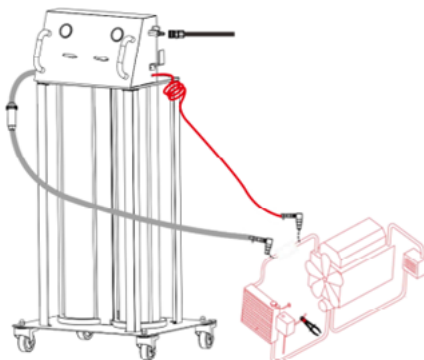

Fig 10.
1. Odłączyć górny węzł chłodnicy, wybrać odpowiedni rozmiar węży i stopni adaptera i podłączyć je do węży pojazdu. Podłączyć przewód starego płynu (przezroczysty) od strony chłodnicy i podłączyć przewód nowego płynu (czerwony) od strony silnika; (Rys. 10).